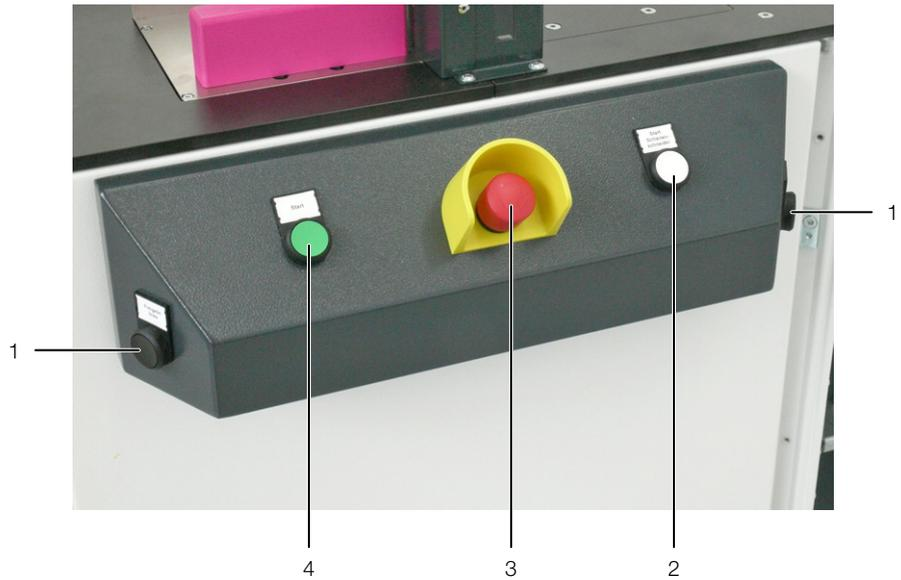

Fig. 3: Componenti di comando della console di comando
- 5 Console di comando (fig. 3)
L'attivazione del pulsanti rosso arresto di emergenza presente nella console di comando interrompe l'alimentazione per tutte le uscite (fig. 3, pos. 3). Il pannello di comando e l'interfaccia grafica rimangono attivati.
Il taglio delle canaline e dei relativi coperchi avviene premendo e mantenendo premuti contemporaneamente i due pulsanti di avvio «Comandi a due mani per canaline» (fig. 3, pos. 1).